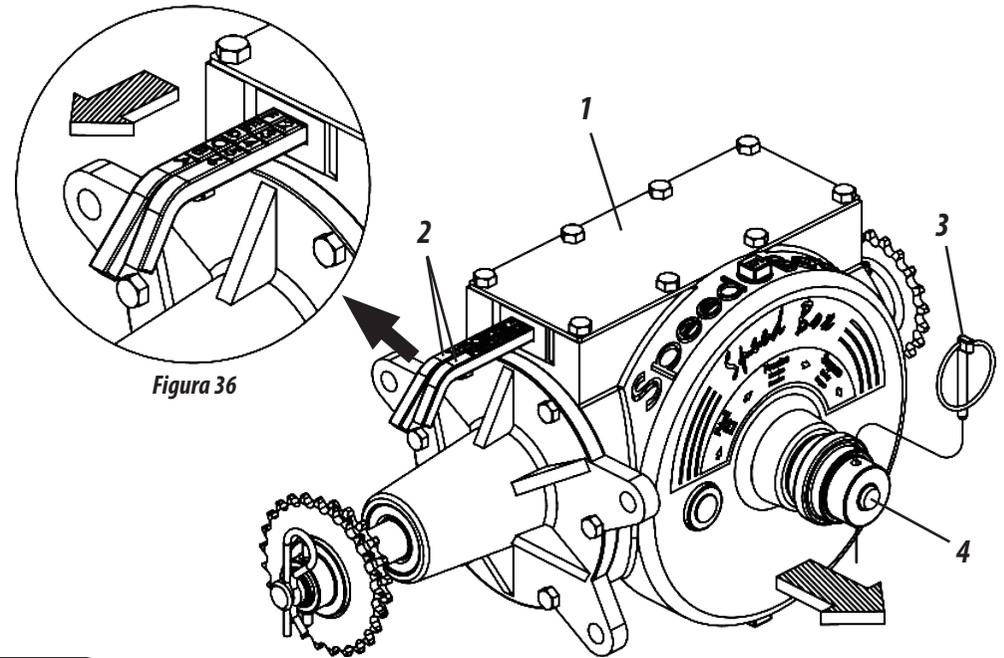

Figura 36
SPEED BOX (FIGURA 36)
- 1- Seleccione la cantidad deseada en las tablas y verifique la combinación correspondiente en las palancas (2). **Ejemplo:** La posición **F2** en la tabla, indica que la palanca con letras debe estar en la posición “**F**” y la palanca con números debe estar en la posición “**2**”, como se muestran en la figura 36.
- 2- Para mover las palancas, retire el bloqueo (3), tire de la manija (4), luego ajuste las palancas según el ejemplo anterior. Cuando se complete la combinación, regrese la manija (4) y reemplace el bloqueo (3).